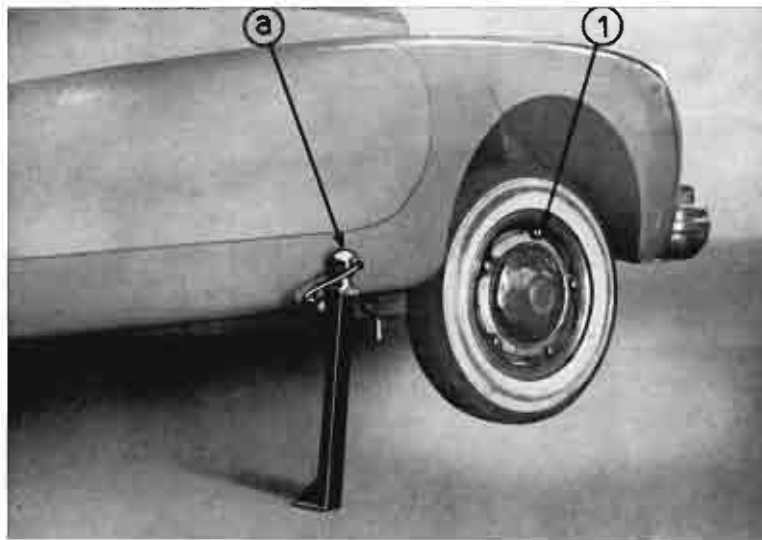

Fig. 12
- 2° Débloquer les 5 écrous (1) de fixation de la jante à l'aide de la manivelle (fig. 12);
- 3° A l'aide du cric, libérer le pneu du sol. Le cric sera placé sous le longeron comme l'indiquent les fig. 12 et 13, dans la zone limitée par les points a et b. *N'utilisez que cette zone en évitant de placer le cric sous un écrou de fixation du plancher.*